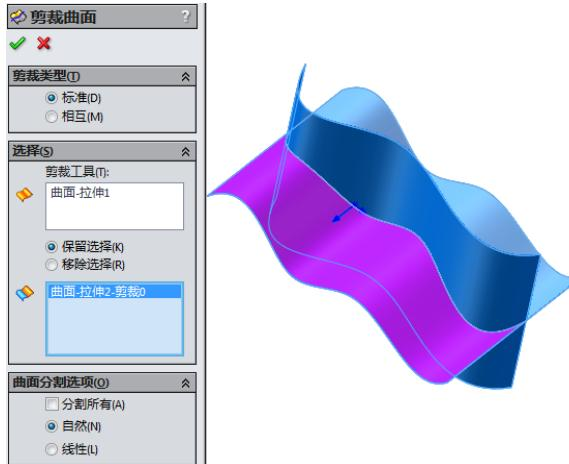

图 6-58 “剪裁曲面”属性管理器
- 04 如果在步骤 03 中选择了“标准裁剪”，则在“选择”栏中单击“剪裁工具”项目中  图标右侧的显示框，然后在图形区域中选择一个曲面作为剪裁工具；单击“保留部分”项目中  图标右侧的显示框，然后在图形区域中选择曲面作为保留部分。所选项目会在对应的显示框中显示，如图 6-58 所示。